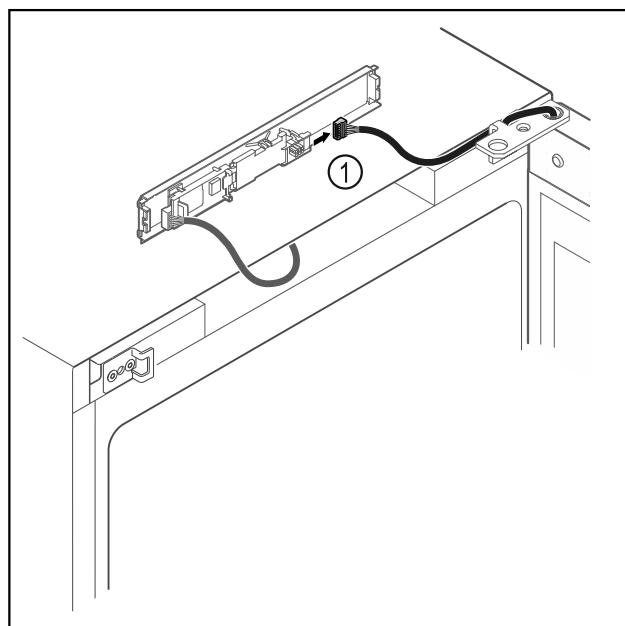

Fig. 20
- ▶ Træk stikket ud af Fig. 20 (1) printkortet.